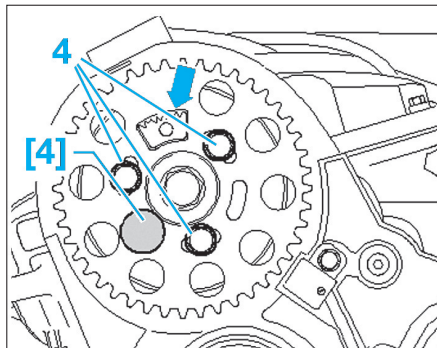

Fig. 17
- Desserrer les vis de fixation (5) du pignon d'arbre à cames (Fig.17).